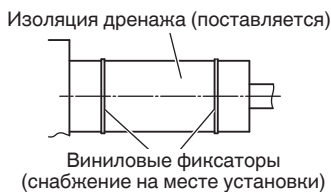

Рис. 3-9
- После надежного подсоединения дренажной трубы, оберните вокруг трубы поставляемое уплотнение и изоляцию дренажной трубы, а затем закрепите ее виниловыми фиксаторами. (Рис. 3-9)